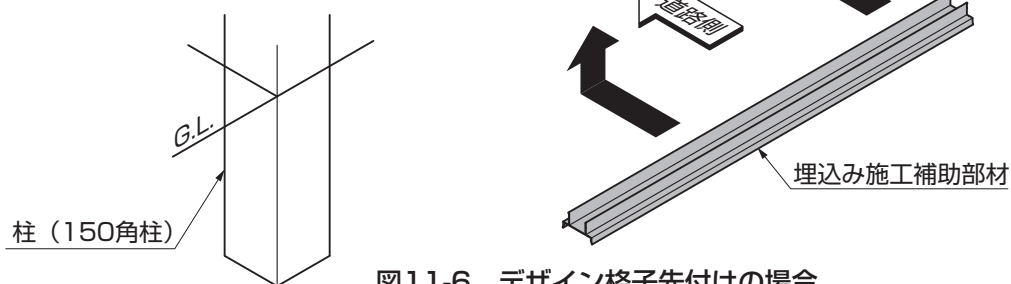

図11-6 デザイン格子先付けの場合
- ①デザイン格子をフレームに取付いている、デザイン格子取付け部材 上用に取付けてください。
- ②埋込み施工補助部材を取付金具にはめ込んでください。(図11-6参照)
- ①埋込み施工補助部材を取付金具にはめ込んでください。(図11-6参照)